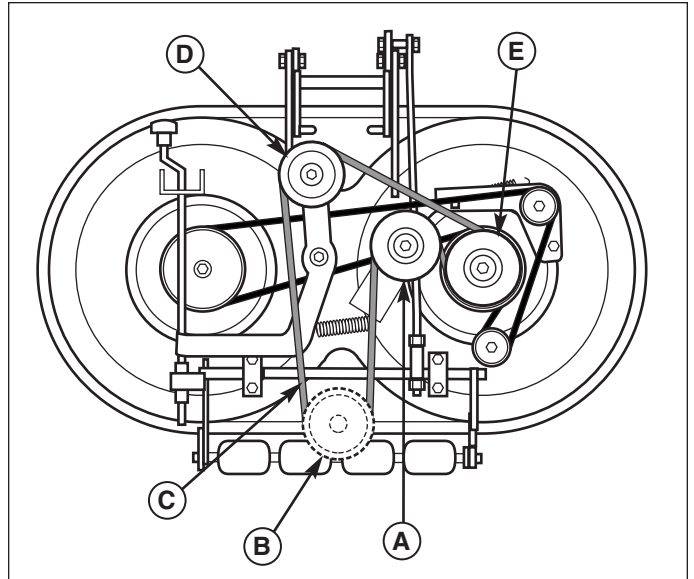

Figure 30. Remplacement de la courroie de PDF
3. Déplacer le levier à ressort de poulie folle pour relâcher la tension de la courroie de PDF. Enlever la courroie de PDF de la poulie folle (D, Figure 30) et la courroie du moteur (B).
4. Desserrer la pièce latérale arrière de poulie folle et enlever la courroie de la poulie folle arrière (A).
5. Installer la nouvelle courroie (C) comme indiqué.
6. Serrer la pièce latérale arrière de poulie folle (A).